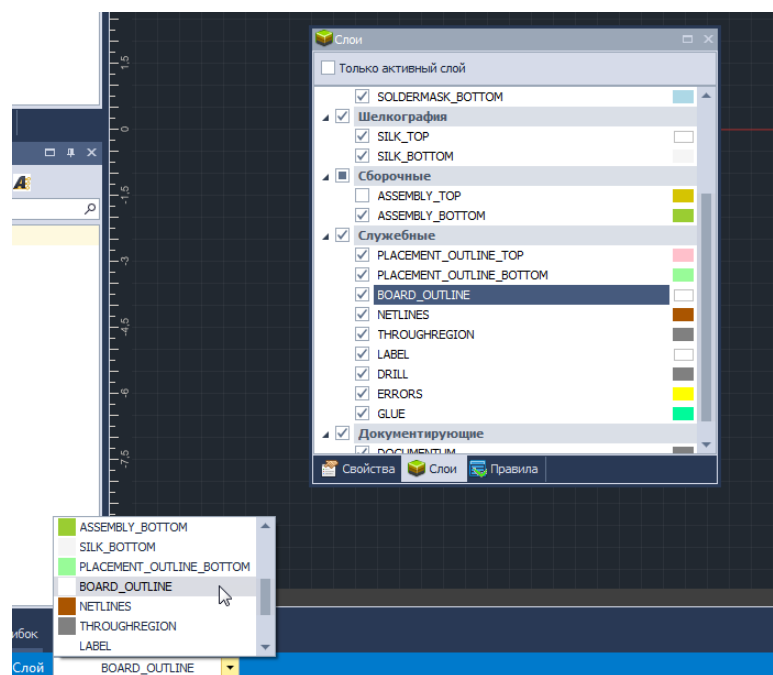

Рис. 51 Выбор слоя «BOARD_OUTLINE»
1. Выбрать в редакторе плат «BOARD_OUTLINE» в качестве активного слоя, см. Рис. 51.